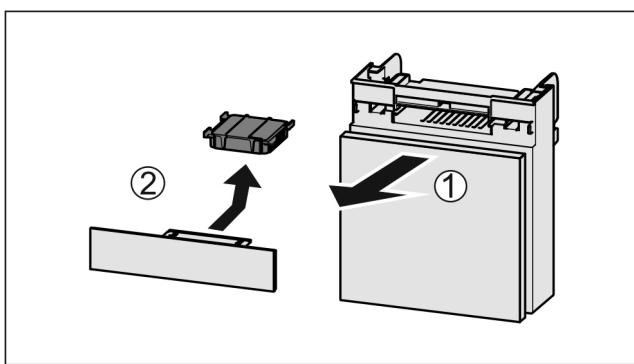

Fig. 39
- 向前拉出 Fig. 39 (1) 抽屉。
► 取出 Fig. 39 (2) 活性炭过滤器。